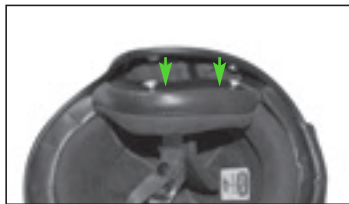

Fig. 1
- 4.2. Bøj hageremmen ind i hjelmen, og tryk på pudens polstring i overensstemmelse med de to nederste fastgørelsesknapper, der sidder bag på puden, for at fasthægte dem på deres leje (fig. 1).